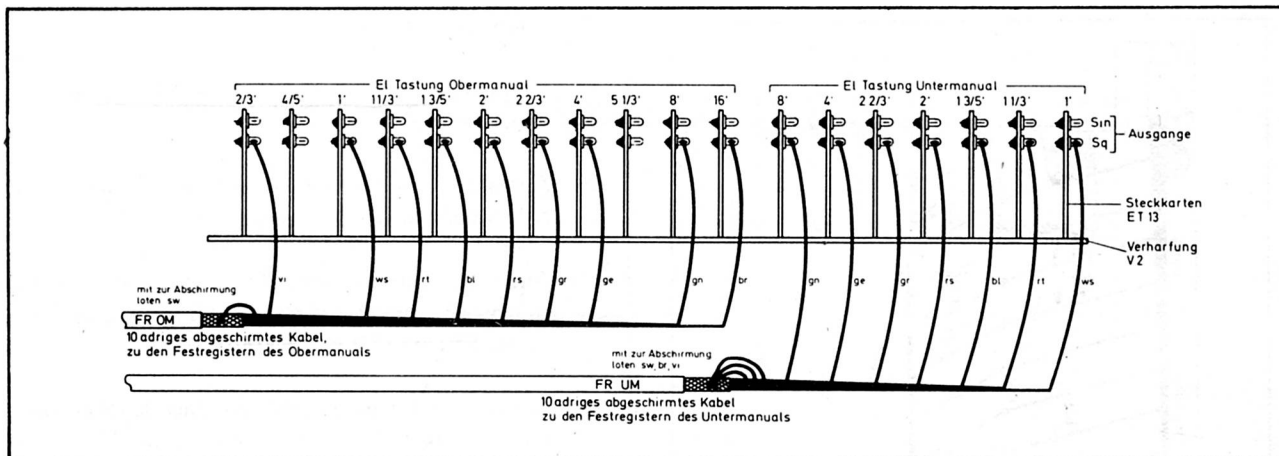

Abb. 82: Anschluß der Festregister-Ausgänge der Elektronischen Tasting
- Das länger abgemantelte Ende nach Abb. 82 an den Ausgängen "Sq." der Steckkarten ET 13 für das Untermanual anschließen.
Mit dem Rest des 10-adrigen abgeschirmten Kabels werden schließlich noch die Festregister des Obermanuals an die Tastung angeschlossen. Der Arbeitsablauf ist der gleiche wie beim Untermanual; das Kabel muß 170 cm lang sein und an einem Ende 26 cm und am anderen 8 cm weit abgemantelt werden. Anschluß nach Abb. 82 und 83 Buchsengehäuse am Plug 3 aufstecken.